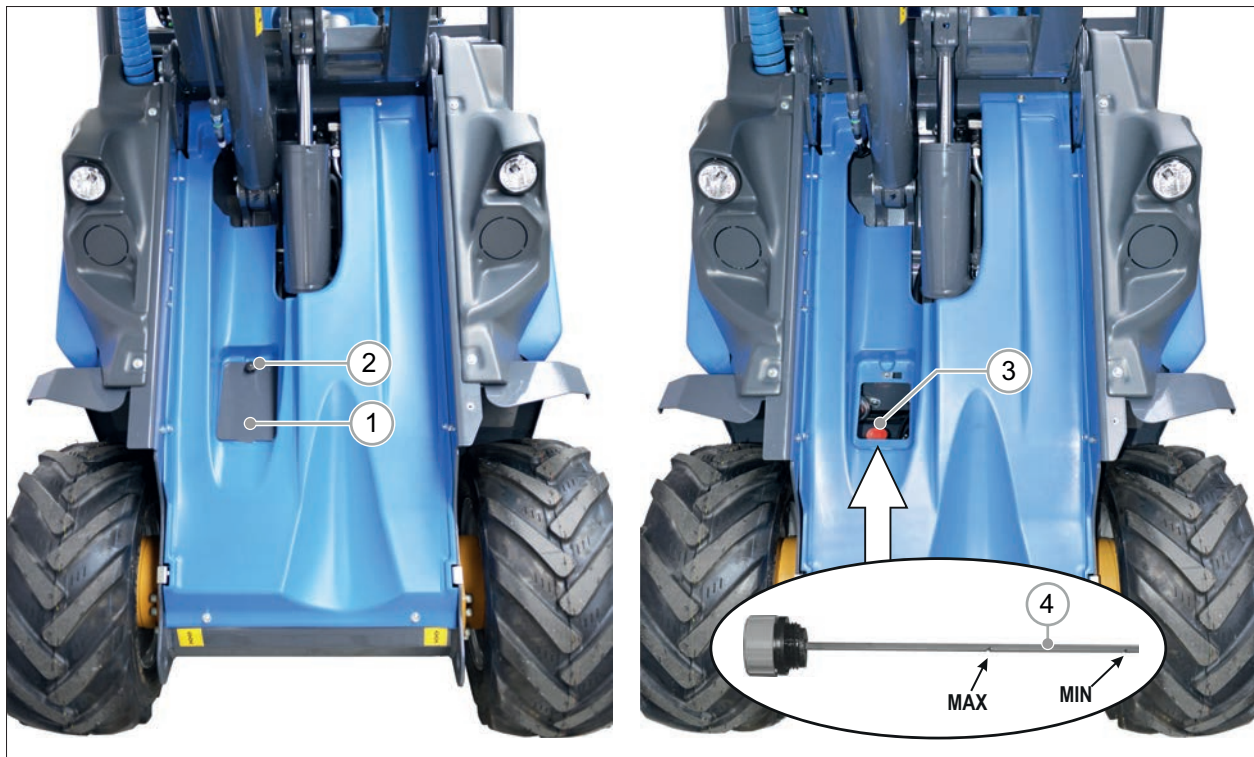

РИС. 49
- 3) Открутите ручку (РИС. 49 – Сс. 2), откройте крышку (РИС. 49 – Сс. 1), расположенную рядом с правым передним колесом.
- 4) Снимите крышку бака гидравлического масла (РИС. 49 – Сс. 3).
- 5) Убедитесь, что уровень масла не выходит за пределы отметки MIN на щупе (РИС. 49 – Сс. 4).